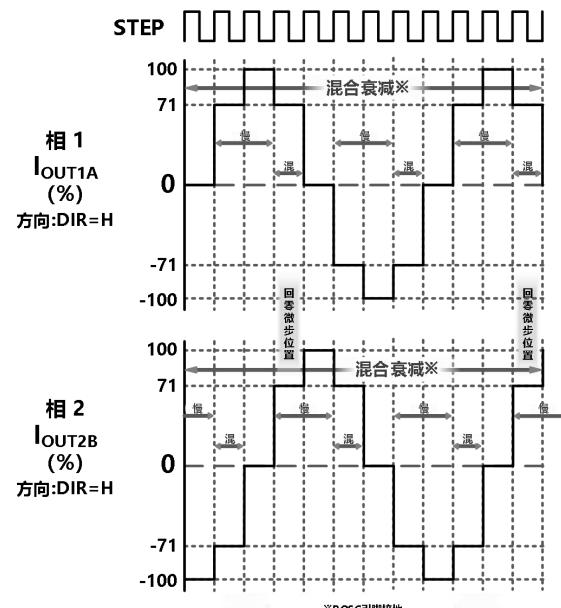

Figure 9. Decay Modes for Half-Step Increments
**复位输入 (nRESET):** RESET 输入 (低电平有效)使得 TRANSLATOR 恢复初始状态(如图 9~13 所示),关断所有 DMOS 输出,此时 STEP 输入无效,直到 RESET 重新变为高电平为止。
**混合衰减操作：** 当上电复位后正常工作时，根据 ROSC 的配置和步进顺序，H 桥工作于混合衰减模式，如图 9~13 所示。在混合衰减期间，当达到预定值时，ATD5988 初始进入快衰模式，快衰减时间占固定衰减时间  $t_{OFF}$  的 31.25%。其后转为慢衰直至固定衰减时间结束。时序框图在下页图中呈现。